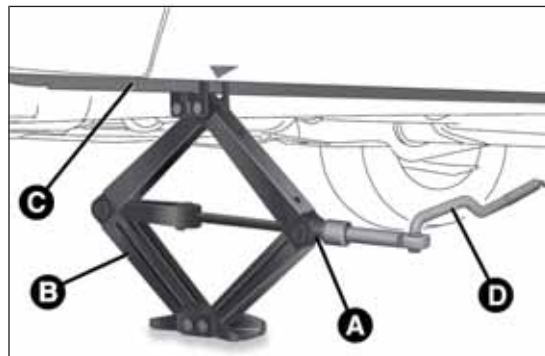

fig. 36
- ☐ introducir la llave A en el gato para extenderlo, hasta que la parte superior B fig. 36 se introduzca correctamente en el larguero C (a la altura de la marca ▽ indicada en el mismo larguero);
- ❑ introducir la manivela D fig. 36 en el alojamiento del dispositivo A, accionar el gato y levantar el vehículo, hasta que la rueda se levante del suelo unos centímetros;